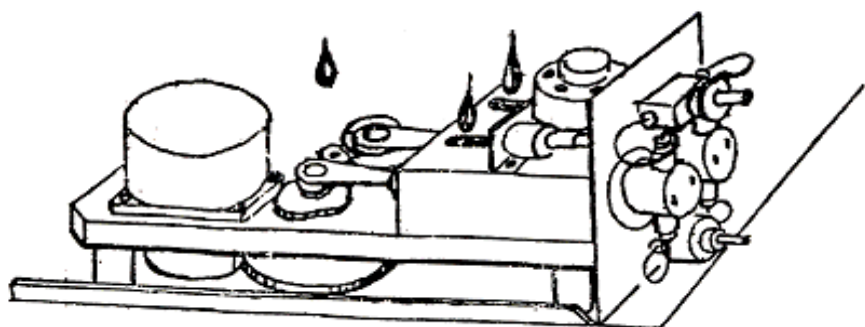

图 6 加注润滑油示意图
3.1.5 不定期(一年一次或多次)取开蒙皮检查泵体内腔润滑情况用纱布擦净积存的漏油污垢。按图 6 指示位置，加少许润滑油，保持润滑。